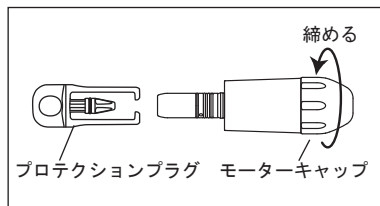

図 10
- 4) モーターコード接続部にモーターキャップを締め込み、モーターのインサート部にプロテクションプラグを取り付けます。(図 10)